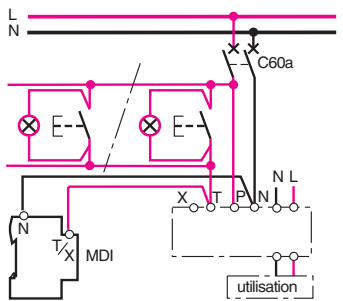

Fig. 5
- suivant la fig. 5, pour l'emploi de poussoirs lumineux.